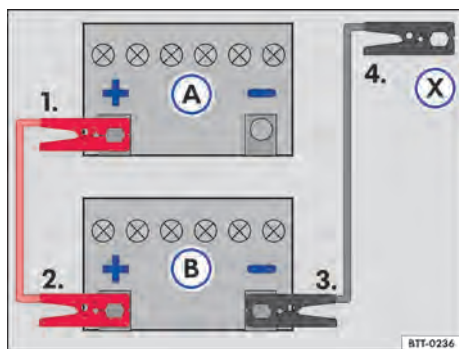

Fig. 169 Esquema para a conexão dos cabos auxiliares de partida: bateria do veículo descarregada (A) e bateria do veículo fornecedora de corrente (B).
Legenda para → Fig. 169:
- Conectar uma extremidade do cabo auxiliar de partida *vermelho* ao polo positivo → Fig. 169 (+) do veículo com a bateria do veículo descarregada (A) → ⚠.
- Conectar a outra extremidade do cabo auxiliar de partida *vermelho* ao polo positivo (+) da bateria do veículo fornecedora de corrente (B).
- Conectar uma extremidade do cabo auxiliar de partida *preto* ao polo negativo (-) da bateria do veículo fornecedora de corrente (B).
- Conectar a outra extremidade do cabo auxiliar de partida *preto* (X) no veículo com a bateria do veículo descarregada em uma peça maciça de metal aparafusada firmemente ao bloco do motor ou no próprio bloco do motor - porém não nas proximidades da bateria (A) → ⚠.